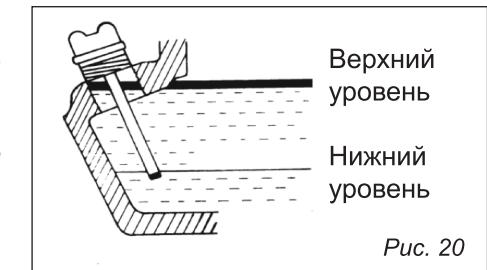

Рис. 20
2. Открутите крышку маслоналивной горловины и протрите щуп (рис. 20).